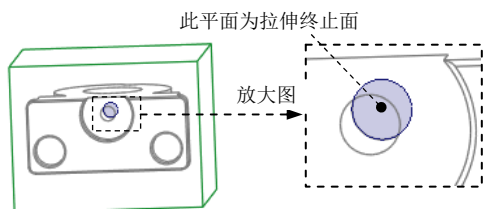
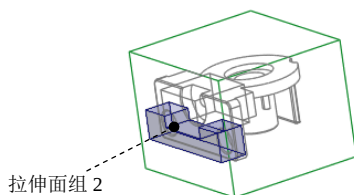

图 14.10 选取拉伸终止面
图 14.11 创建拉伸面组 2
(4) 设置深度选项。
① 在操控板中选取深度类型 (到选定的)。
② 将模型调整到图 14.10 所示的视图方位,将鼠标移动到图 14.10 所示的加亮平面处右击,从系统弹出的快捷菜单中选择 **从列表中拾取** 命令,在系统弹出的“从列表中拾取”对话框中选择 **曲面.F1 (外部合并):HANDLE-FORK_MOLD_REF** 选项。在“从列表中拾取”对话框中单击 **确定 (O)** 按钮。
③ 在操控板中单击 **选项** 按钮,在“选项”界面中选中 ☒ **封闭端** 复选框。
(5) 在操控板中单击 按钮,完成特征的创建。
Step4. 创建图 14.11 所示的拉伸面组 2。